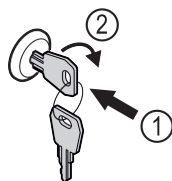

Fig. 180 Esimerkkikuva
- Paina avain lukkoon Fig. 180 (1).
- Kierrä avainta 90° myötäpäivään Fig. 180 (2).